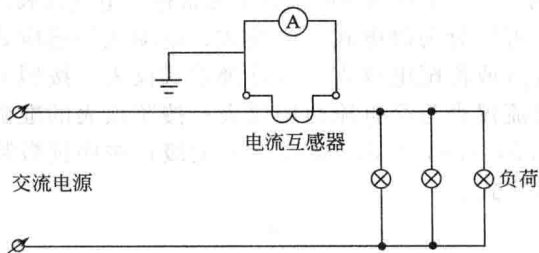

图 1-1 交流电流表经电流互感器接线
b. 交流电流表。交流电流表一般采用电磁式仪表,其测量机构与磁电式的直流电流表不同,它本身的量程就比直流电流表大。电磁式电流表一般采用电流互感器来扩大量程,其接线方法如图 1-1 所示。双量程电磁式电流表一般将固定线圈绕组分段,然后利用各段绕组串联或并联来改变电流表的量程。
② 钳形电流表。当采用一般电流表测量电路的电流时,需要切断电路,然后将电流表或电流互感器的初级线圈串接到被测电路中;而采用钳形电流表,则可以在不切断电路的情况下测量电流,使用方便,但是准确度较低,一般只用在不便拆线或不能切断电路的情况下进行测量。
(2) 电压表 测量电路电压的仪表称为电压表 (又称伏特表), 表盘上标有符号 “V”。由于量程不同, 电压表一般分为毫伏表、伏特表、千伏表等多种品种规格, 在其表盘上分别标有 mV、V、kV 等字样。电压表又分为直流电压表和交流电压表, 其接线方法均是与被测电路并联。
(3) 兆欧表 兆欧表是一种简便的测量大电阻的指示仪表, 其标度尺的单位是兆欧, 用 $M\Omega$ 来表示, $1M\Omega=1000000\Omega$ 。
① 兆欧表额定电压的选择。选用兆欧表的额定电压时, 应与被测线路或设备的工作电压相对应, 兆欧表电压过低, 会造成测量结果不准确; 兆欧表电压过高, 则可能击穿绝缘。兆欧表额定电压的选择见表 1-2。此外, 兆欧表的量程也不要超过被测绝缘电阻值太多, 以免引起测量误差。